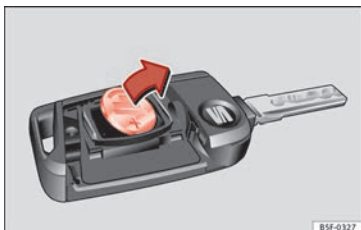

Fig. 138 Clé du véhicule : retirez la pile.
- Retirez la pile du compartiment à l'aide d'un objet fin approprié » **fig. 138**.
- Placez la pile neuve comme indiqué » **fig. 138** et appuyez-la contre le logement des piles dans le sens contraire de la flèche » ①.